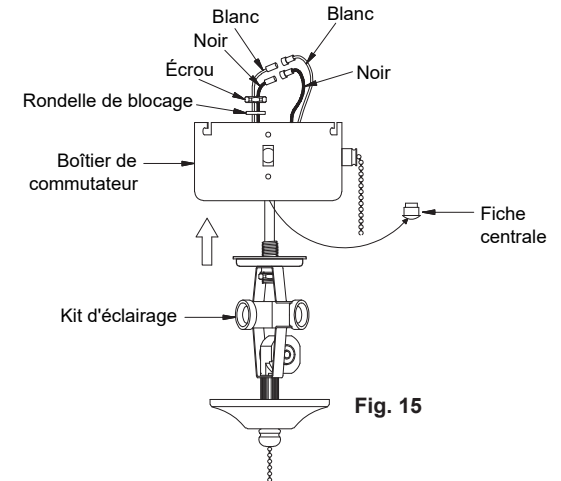

Fig. 15
**Étape 3.** Assurez-vous qu'il est suffisamment serré pour empêcher toute vibration du kit d'éclairage (Fig. 15).